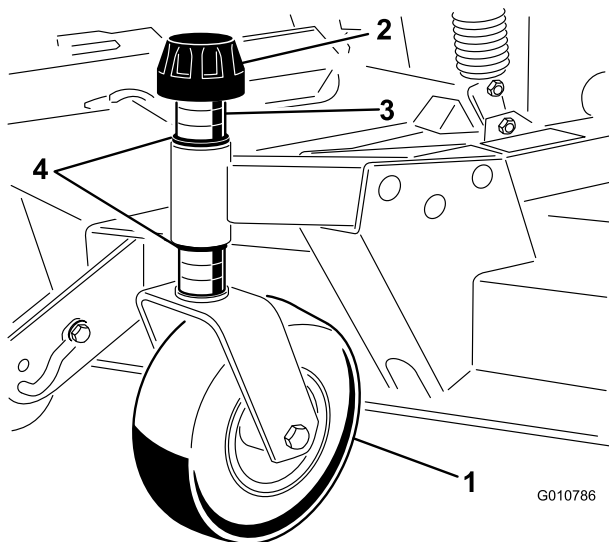

Figura 8
1. Retire el casquillo tensor del eje y retire el eje del brazo de la rueda giratoria delantero (Figura 8).